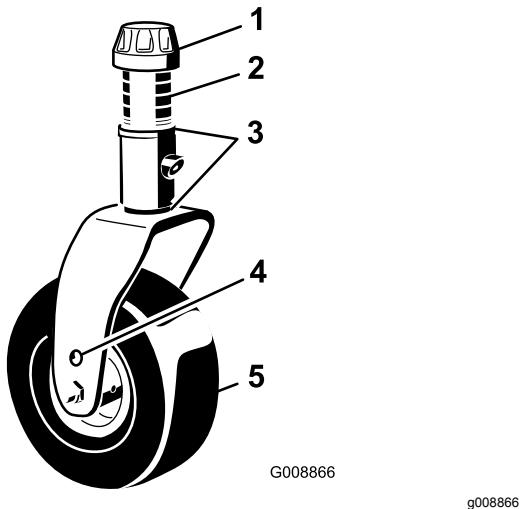
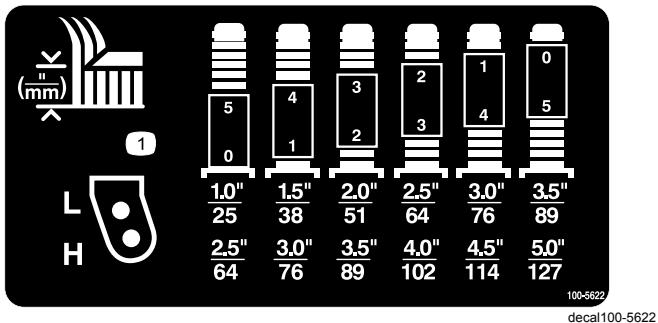
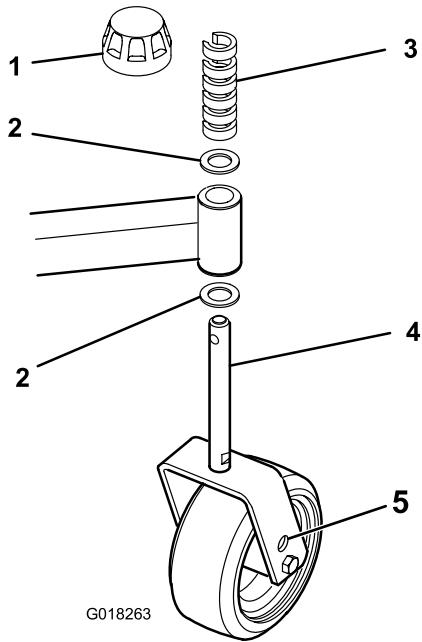

Figura 8
Figura 9
Figura 10
2. Posizionate gli assali delle ruote orientabili negli stessi fori di tutte le forcelle. Fate riferimento a Figura 8, Figura 9 e Figura 10 per determinare i fori adeguati all'impostazione voluta.
1. Togliete il cappuccio di tensione dall'asse del mandrino (Figura 8) ed estraete il mandrino dal braccio della ruota orientabile.
1. Rimuovete il cappuccio di tensione dall'asse del mandrino (Figura 10).